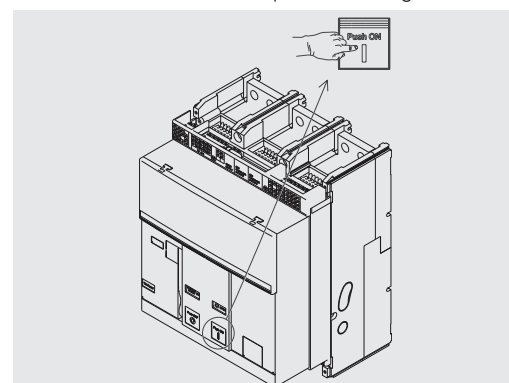

Figure 41
4. Fermeture - Appuyer sur le bouton de fermeture "I - Push ON" comme indiqué dans la Figure 41.